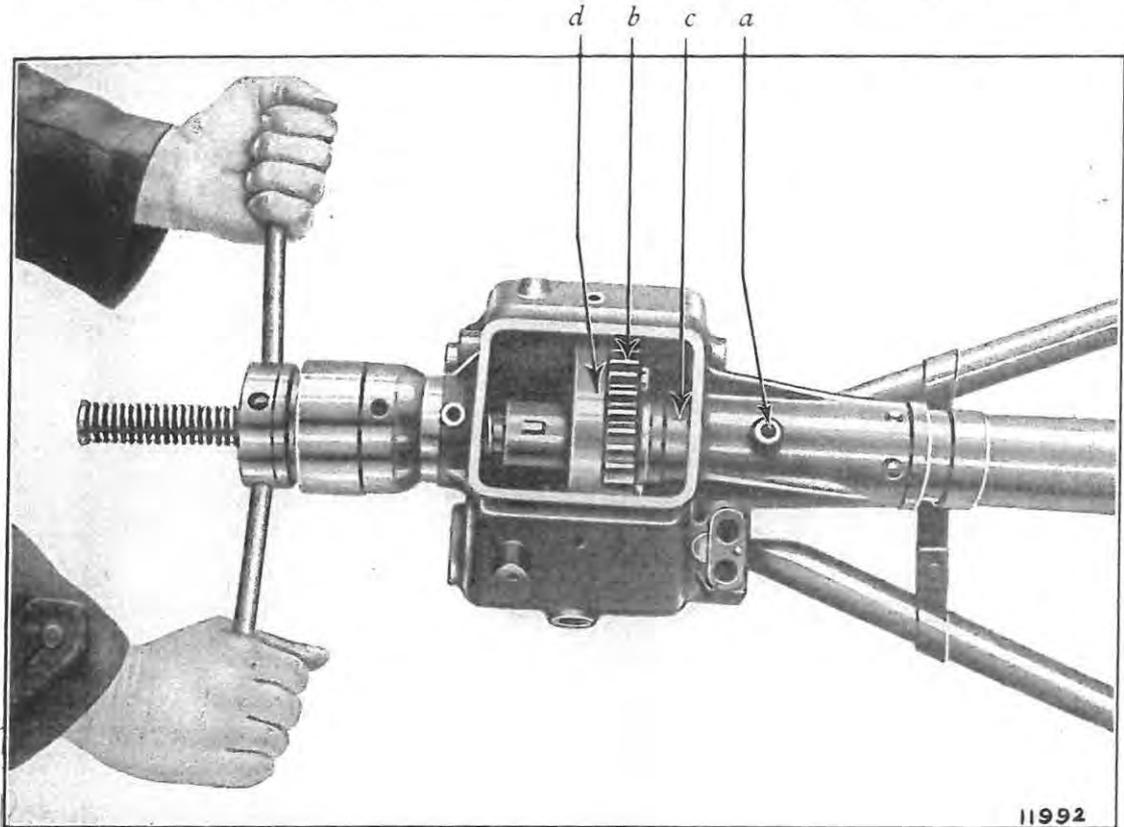

Fig. 53. — Démontage du pignon central.
8. Démontez le pignon central et son coussinet (fig. 53).